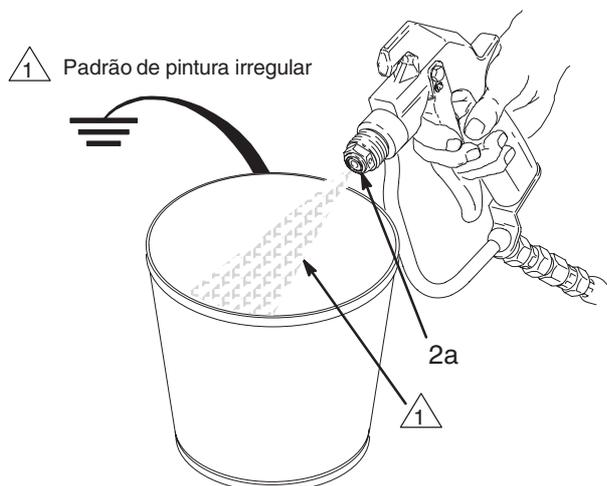

Fig. 5
4. Aponte a pistola para um balde metálico ligado à terra, segurando-a firmemente contra o balde. Carregue no gatilho da pistola. Se o fluido emitido **não** for difundido num jacto irregular, substitua imediatamente todo o conjunto da agulha. Ver Fig. 5.